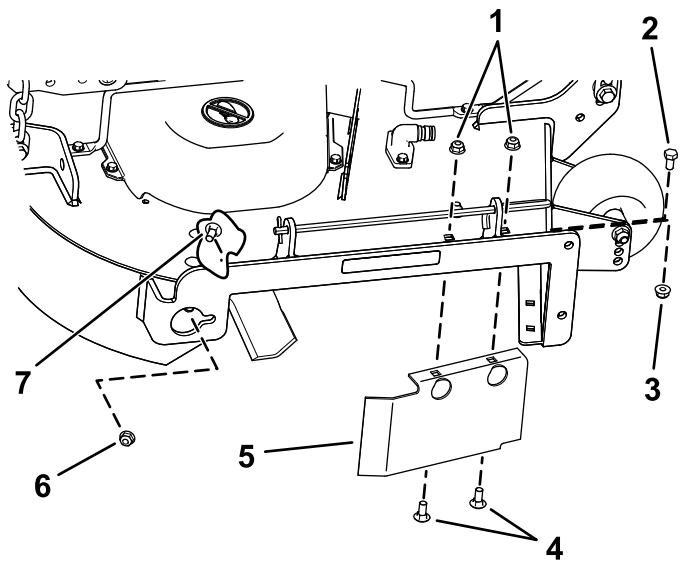

Figura 18
8. Rimuovete il bullone a testa tonda (5/16" x 3/4") e il dado di bloccaggio (5/16") che fissano il deflettore al lato posteriore del piatto di taglio (Figura 18).
13. Montate gli elementi di fissaggio rimossi in precedenza nei fori anteriori nella piastra di scarico e del foro anteriore del piatto di taglio (Figura 18).
9. Localizzate la protezione del deflettore davanti all'apertura di scarico laterale (Figura 18).
10. Rimuovete gli elementi di fissaggio che assicurano la protezione del deflettore e il deflettore destro al piatto di taglio (Figura 18).